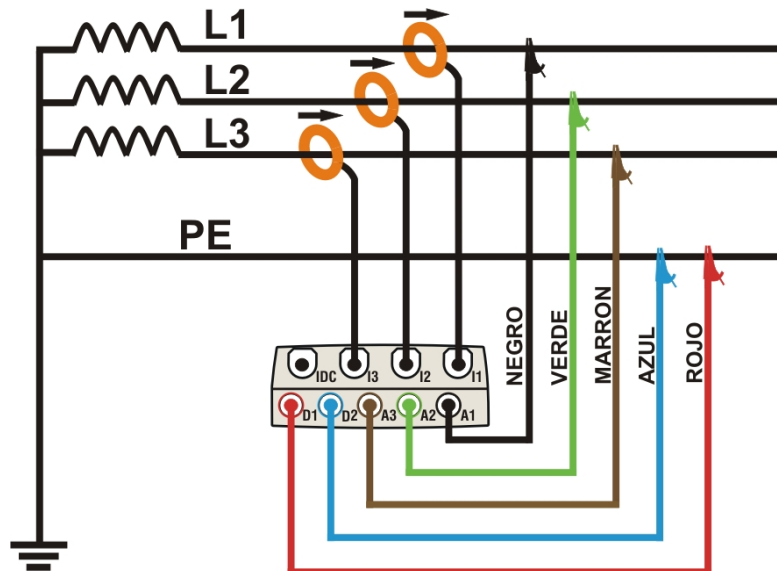

Fig. 224: Conexionado del instrumento en un sistema Trifásico 3-hilos
2. Conecte los cables de medida de tensión sobre los conductores de Fase L1, L2, L3 respetando los colores como muestra la Fig. 224. **Verifique en el visualizador la indicación "123" relativa al correcto sentido cíclico de las fases** (ver el § 5.2.3) y efectuar las oportunas correcciones hasta cumplir tal situación.
3. Conecte las pinzas de corriente sobre el conductor de Fase L1, L2, L3 como muestra en la Fig. 224 **respetando el sentido de la flecha** presente sobre la misma pinza que indica la dirección convencional de la corriente desde el generador a la carga. **Verifique siempre, en la pantalla de la sección Visualización Medida, que las Potencias Activas P1, P2, P3 sean siempre positivas y que el factor de potencia Pf1, Pf2, Pf3 sea correspondiente a la carga, normalmente inductivo**, antes de activar un registro. En caso de valores negativos de las potencias activas gire la pinza 180° sobre el conductor interesado.